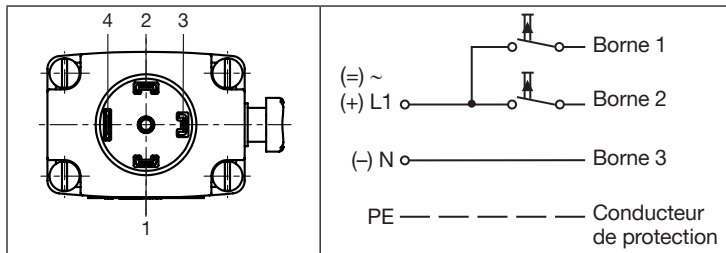

Fig. 8 : Schéma électrique
- Raccorder les vannes à impulsions (code variable CF 02) comme cela est représenté sur la « Fig. 8 : Schéma électrique ». L'impulsion sur la borne 1 ferme la vanne, l'impulsion sur la borne 2 l'ouvre.